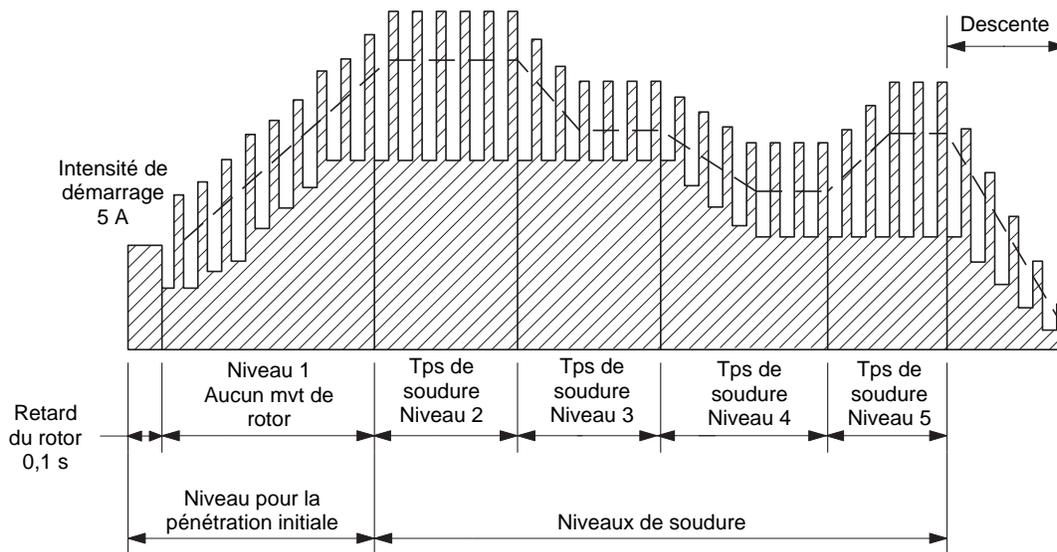

Figure 93 Temps de montée : Le cordon de soudure pénètre complètement avant le déplacement du rotor
2. Le cordon de soudure doit pénétrer complètement avant la rotation du rotor. Voir la Figure 93. Après le développement du programme de soudure de base, dupliquer le niveau 1 via la fonction PROG/MODIFY/INSERT LEVEL (programmation/modifier/insérer le niveau). La procédure suivante fait appel à la fonction PROG/MODIFY/ EDIT ITEM (progr/modifier/réviser l'élément) :